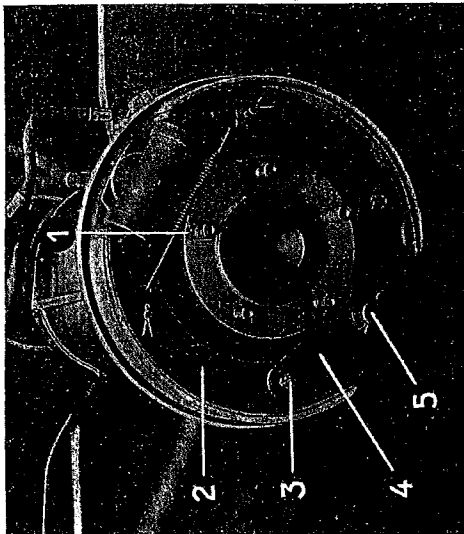

Abb. 9 Radbremse Vorderrad
Der Aufbau der Radbremse (Abb. 9 und 10) ist symmetrisch, d. h., die Anlenkung des auflaufenden und des ablaufenden Backens ist gleichartig. Demzufolge ist die Bremswirkung in beiden Fahrrichtungen gleich. Die Bremsbacken (2) sind mit Laschen (4) am Lagerbolzen (5) angelenkt. Die Gelenke zwischen Lasche und Backen werden durch Tatzenfedern (3) unter Spannung gehalten. Nachstellexzenter ermöglichen das Einstellen der Radbremse. Das Lösen der Bremsbacken von der Trommel erfolgt durch die Rückzugfeder (1).